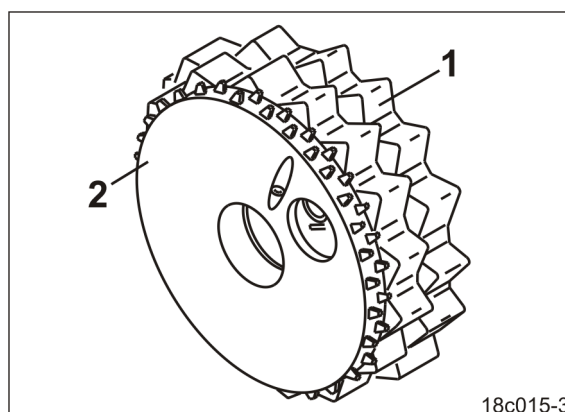

Fig. 29
- discuri de distribuție normale (Fig. 29/1) și
- discuri de distribuție fine (Fig. 29/2).